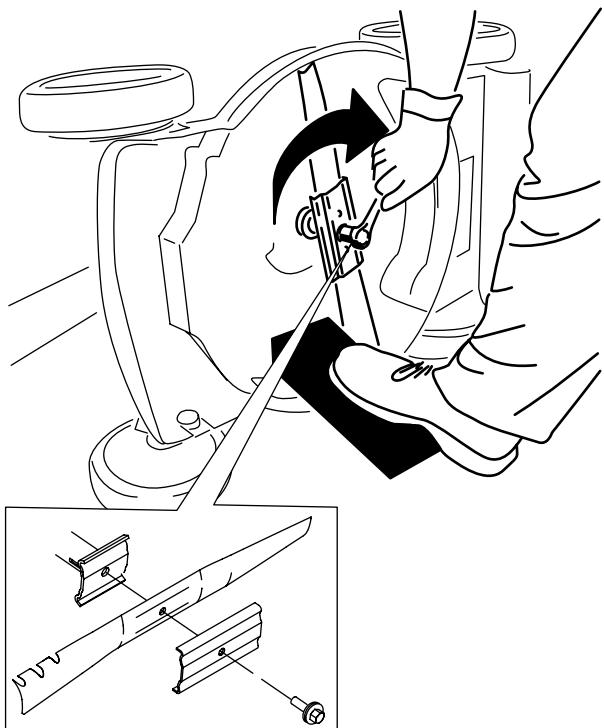

Figura 40
5. Instale lâmina nova e todo o equipamento de montagem (Figura 40).